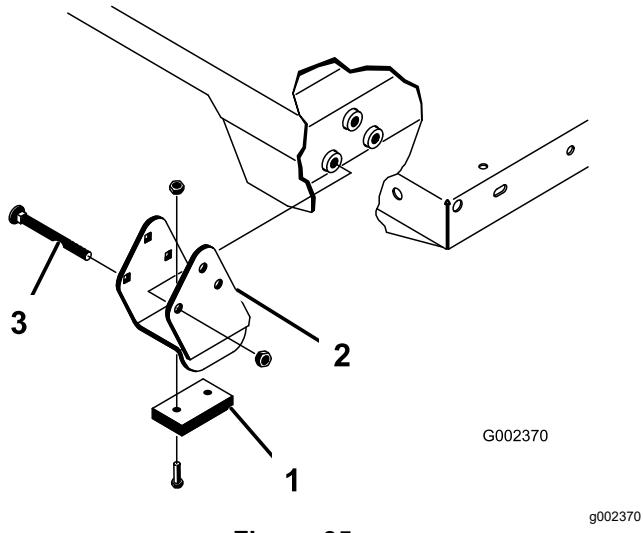

Figura 35
Nota: Asegúrese de instalar los espaciadores y las pletinas de desgaste (Figura 35) con las cabezas de los pernos de cuello cuadrado dentro de la máquina.
2. Coloque la plataforma con cuidado sobre el bastidor de la máquina, alineando los taladros de las placas de giro traseras con los taladros del perfil trasero del bastidor, e instale 2 pasadores con chavetas (Figura 35).
4. Inserte el pasador desde la parte exterior de la plataforma, con la chaveta hacia fuera (Figura 35).